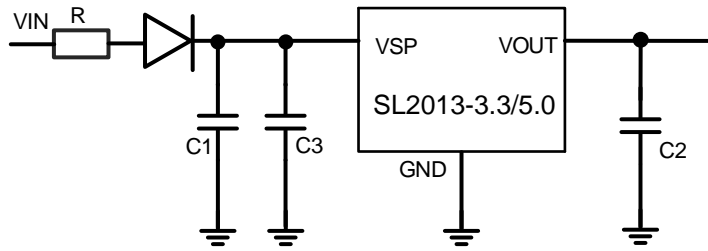
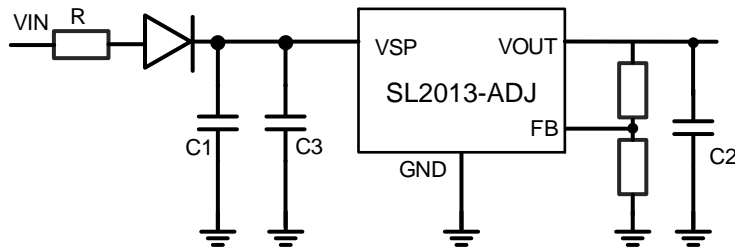

图 5-1 SL2013-3.3/5.0 应用电路
图 5-2 SL2013-ADJ 应用电路
2) 图 5-1 和图 5-2 给出了一种典型应用电路。为了确保控制环稳定，SL2013 输出端需要一个容值至少 1 μ F、ESR 最大 4R 的输出电容，其中钽电容和多层陶瓷电容都合适。
4) 为了缓冲电源线影响,可在图 5-1 所示的应用电路中的输入端增加了一个 470uF 的电解电容 C3。特别是器件由几米长的电源线供电,则推荐增加该电容。